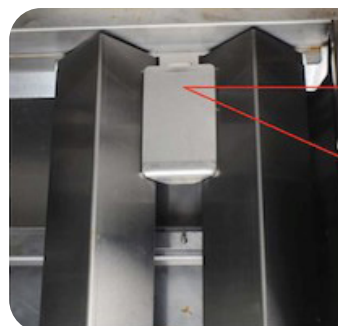

Fig. 8-2
3. Placez le couvercle sur le brûleur, assis correctement dans les fentes du support arrière, comme illustré à la Fig. 8-2.